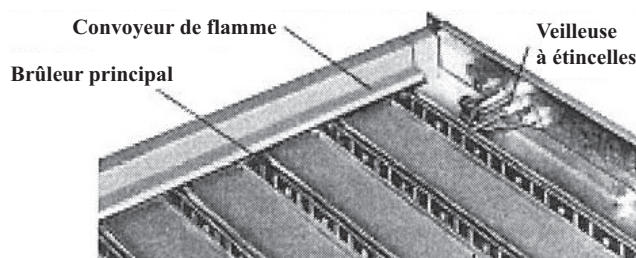

Figure 20. Grille du brûleur avec veilleuse à étincelles
**Veilleuse à étincelles intermittentes :** Il existe deux types de veilleuses à étincelles intermittentes (voir Figure 20) : un type coupe l'écoulement de gaz à la veilleuse entre les cycles tandis que l'autre coupe l'écoulement de gaz à la veilleuse entre les cycles en plus d'avoir un dispositif de verrouillage qui coupe l'écoulement de gaz lorsque la veilleuse omet de s'allumer après 120 secondes. Ce dispositif de verrouillage doit être réinitialisé manuellement par l'interruption du circuit du thermostat. Les appareils au propane installés au Canada requièrent un système d'allumage à étincelles avec dispositif de verrouillage. Une veilleuse à étincelles sans verrouillage correspond à l'option AH2 tandis que la veilleuse avec verrouillage correspond à l'option AH3. Consultez le schéma de câblage qui accompagne la chaufferette pour l'identification et le câblage du système de la veilleuse.